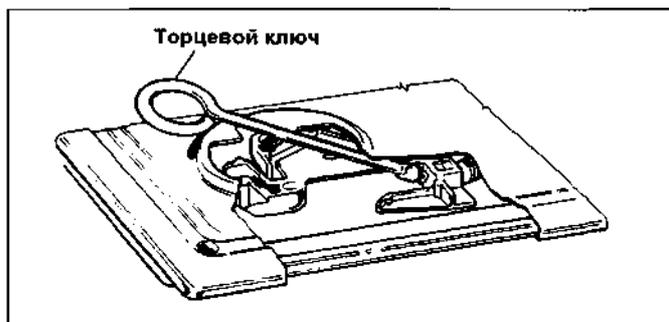

Рис. 3
- ввести торцевой ключ, прилагаемый к варочной панели, в суппорт горелки (рис. 3);